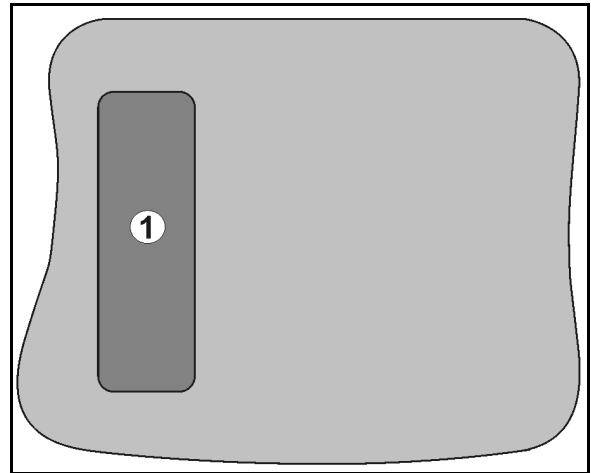

Рис. 8
- На обратной стороне терминала находится кнопка Shift  (Рис. 8/1).